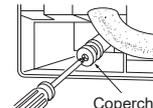

Figura 3
- 4) Porre il coperchio dello scarico sulla sezione su cui il tubo di scarico deve essere applicato sul retro dell'unità interna. (Figura 3)